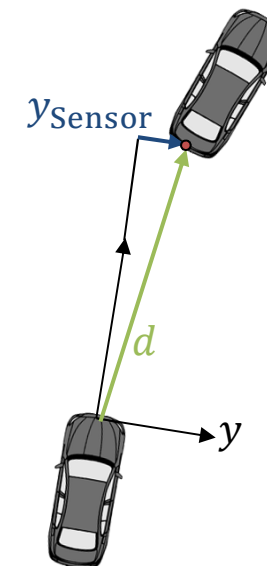

Abbildung 1: Folgefahrt
1. Gegeben ist das in Abb. 1 dargestellte Szenario. Objekte, die in einem Korridor von 3 m Breite liegen, werden als relevante Zielobjekte betrachtet. Bewerten Sie, ob das Vorderfahrzeug in Abb. 1 ein für die ACC-Folgefahrt relevantes Zielobjekt darstellt. Das eigene Fahrzeug hat eine Geschwindigkeit von $v_x = 70$ km/h und weist die aktuelle Gierrate $\dot{\psi} = 2$ °/sec auf. Der Radarsensor lokalisiert das Objekt mit einem lateralen Abstand $y_{\text{Sensor}} = 5$ m und einem relativen Abstand $d = 70$ m.